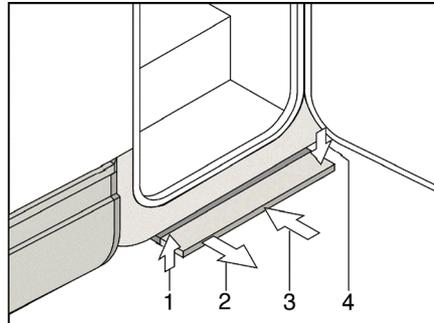

Bild 3 Mechanisch bedienbare Eintrittstufe
- Die Eintrittstufe nach vorn ziehen (Bild 3,2), bis sie einrastet.
- Die Eintrittstufe leicht anheben (Bild 3,1).
- Die Eintrittstufe bis zum Anschlag unter den Fahrzeugboden (Bild 3,3) schieben. Darauf achten, dass die Eintrittstufe einrastet (Bild 3,4).